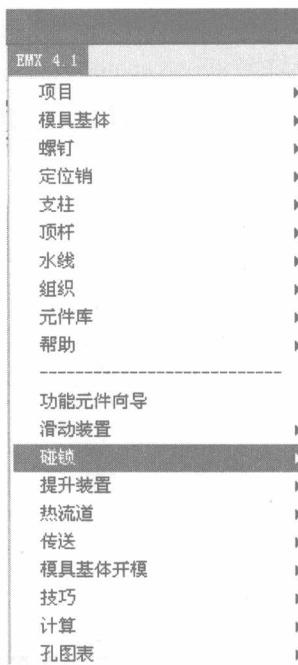

图 1-13 EMX4.1 菜单
(11)【EMX4.1】菜单。当挂载 EMX4.1 模块成功后，单击【EMX4.1】命令后弹出如图 1-13 所示的菜单。利用其中的子项可以进行模具的模架设计。